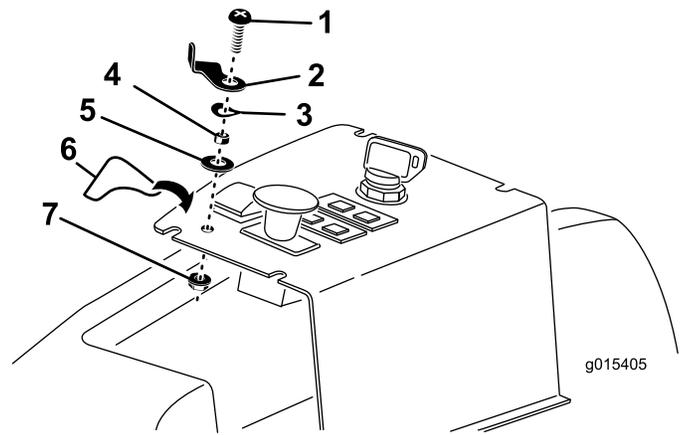

Figure 13
- Insérez le levier de BLOCAGE DU RELEVAGE, l'entretoise, la rondelle ondulée et la rondelle plate sur la vis à tête tronconique (¼ x 1"), dans la position indiquée à la Figure 13.
- Insérez la vis du levier de BLOCAGE DU RELEVAGE dans le trou du panneau de commande et fixez-la avec un contre-écrou. Positionnez le levier de BLOCAGE DE RELEVAGE comme montré à la Figure 13.
- Apposez l'autocollant du levier de BLOCAGE DE RELEVAGE sur le panneau de commande, comme montré à la Figure 13.